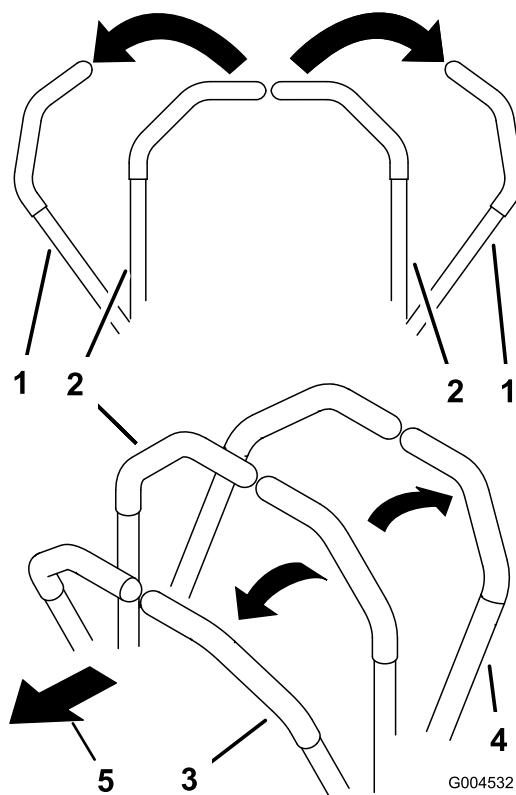

Рисунок 22
1. Переведите рукоятки управления в нейтральные фиксированные положения (Рисунок 22).